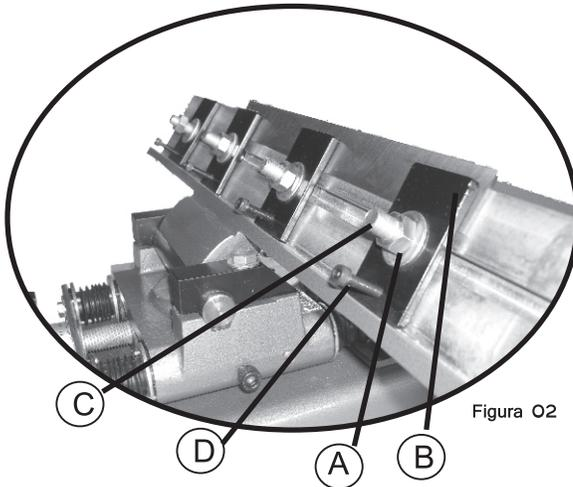

Figura 02
Para colocar a faca no suporte afrouxe as porcas (A), levante as capas de fixação (B) e posicione a faca encaixando suas ranhuras nos parafusos de fixação (C), que podem ser deslocados através do canal existente no suporte. No caso da faca não possuir ranhuras utilize os parafusos (D) para compensar a espessura da faca, apertando-os apenas até encostar na base do suporte. Para finalizar a montagem da faca dê um leve aperto nas porcas (A) só para que a faca não se mova. (*Figura 02*).